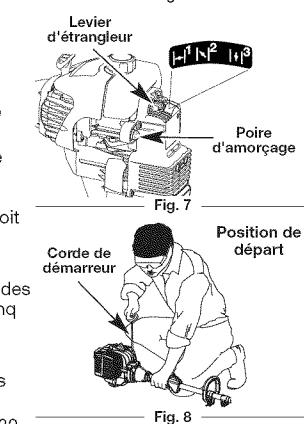

Fig. 7
- Pressez et relâchez la poire d'amorçage à 10 reprises, lentement. Une certaine quantité de carburant devrait être visible dans la poire d'amorçage et les conduites de carburant (Fig. 7). Si le carburant ne peut pas être vu dans l'ampoule, la presse et le dégagement l'ampoule jusqu'à ce que le carburant soit évident.
- Mettez le levier d'étrangleur en **Position 1** (Fig. 7).
- Mettez le levier d'étrangleur en **Position 2** (Fig. 7).